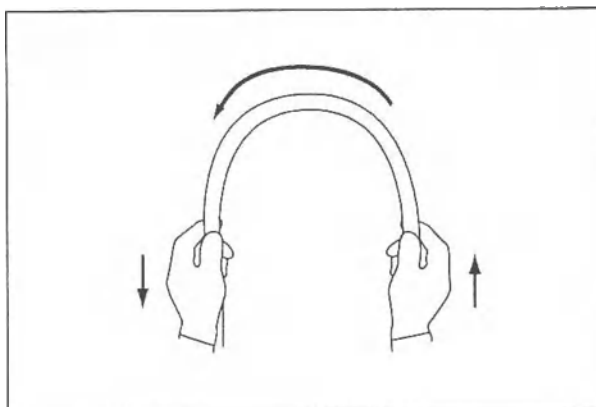

Рис. 3.3
5. Двумя руками сверните вводимую трубку эндоскопа в полукольцо. Затем, передвигая руки в направлении, указанном стрелками на Рис. 3.3, убедитесь в том, что вводимая трубка по всей длине легко сгибается в полукольцо и что вводимая трубка пластична.